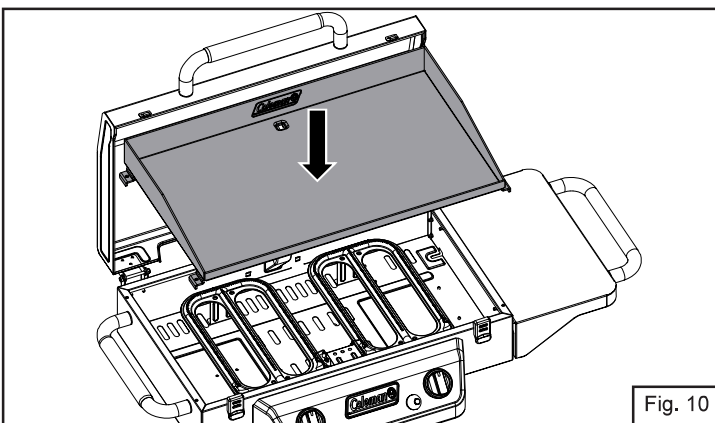

Fig. 10
10. Placez la plaque chauffante face vers le haut sur l'appareil (Fig. 10).